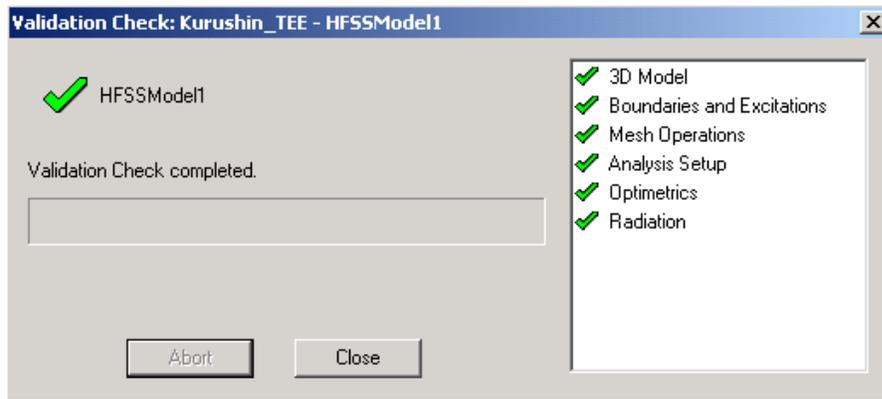

Рис. 7.35. Окно контроля правильности подготовки задачи к решению
1. В меню **HFSS**, нажмите **Validation Check** . HFSS проверяет установки проекта, и затем окно появляется окно **Validation Check** (рис. 7.35).